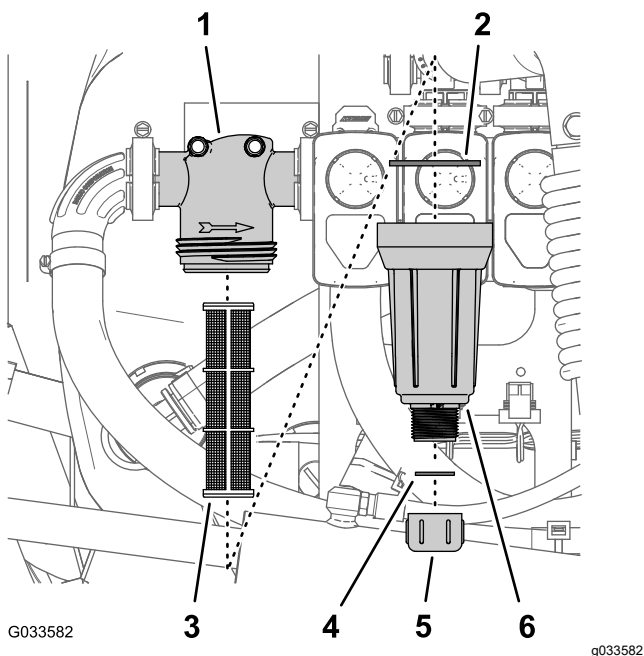

Figure 106
2. Placez un bac de vidange sous le filtre de pression (Figure 106).
3. Tournez le bouchon de vidange dans le sens antihoraire et déposez-le de la cuvette du filtre de pression (Figure 106).
4. Tournez la cuvette dans le sens antihoraire et déposez la tête du filtre (Figure 106).
5. Retirez l'ancien élément du filtre de pression (Figure 106).
6. Contrôlez l'état et l'usure du joint du bouchon de vidange (à l'intérieur de la cuvette) et du joint de la cuvette (à l'intérieur de la tête du filtre) (Figure 106).
7. Montez le nouvel élément filtrant dans la tête du filtre de pression (Figure 106).
8. Vissez la cuvette sur la tête du filtre à la main (Figure 106).
9. Vissez le bouchon de vidange sur le raccord au fond de la cuvette et serrez-le à la main (Figure 106).